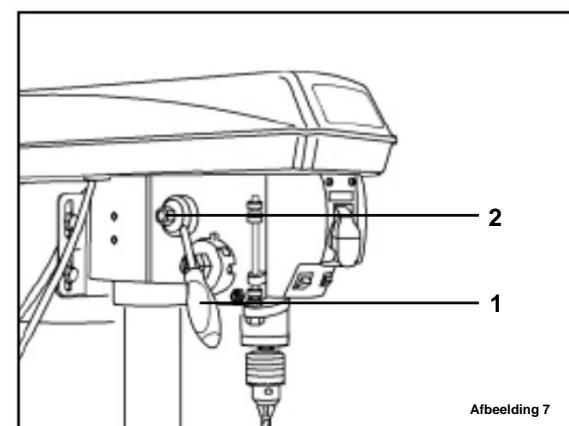

Afbeelding 6
INVOERHANDGREPEN (FIG. 6)
1. Steek de drie invoerhendels (Fig. 6 - 1) in de schroefdraadopeningen op de invoernaaf (Fig. 6 - 2).